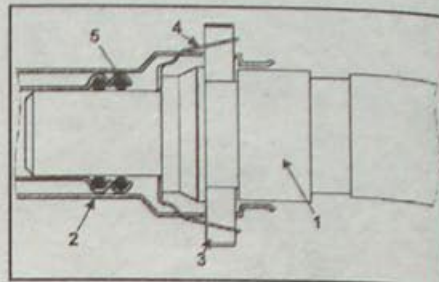
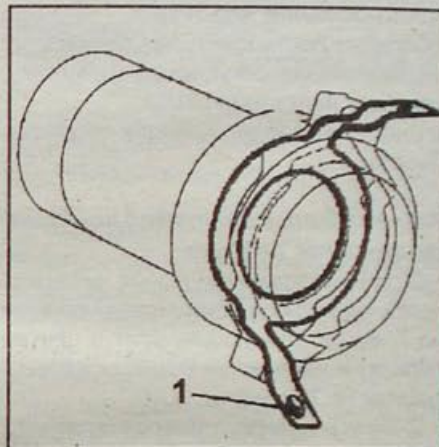

Рис. 1.95. Штуцера шлангов радиатора отопителя салона:
Рис. 1.97. Расположение индикаторов (1) подтверждения быстроразъемного соединения
- Для соединения нажмите на скобы кольца (3, рис. 1.95) и одновременно вдавите часть (1), которая, нажимая на часть (4), убирает индикаторы (1, рис. 1.97), подтверждая соединение.
- Разъемы шлангов радиаторов отопления выполнены по типу быстроразъемного соединения (рис. 1.95).